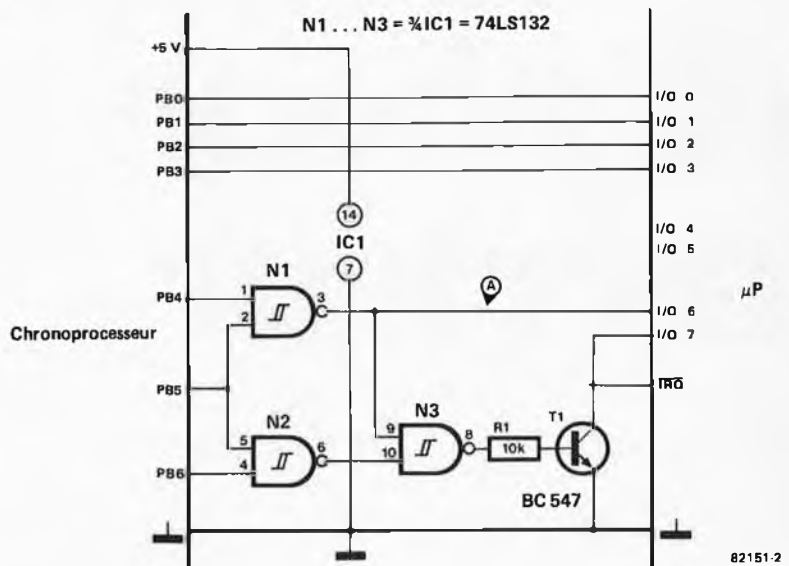
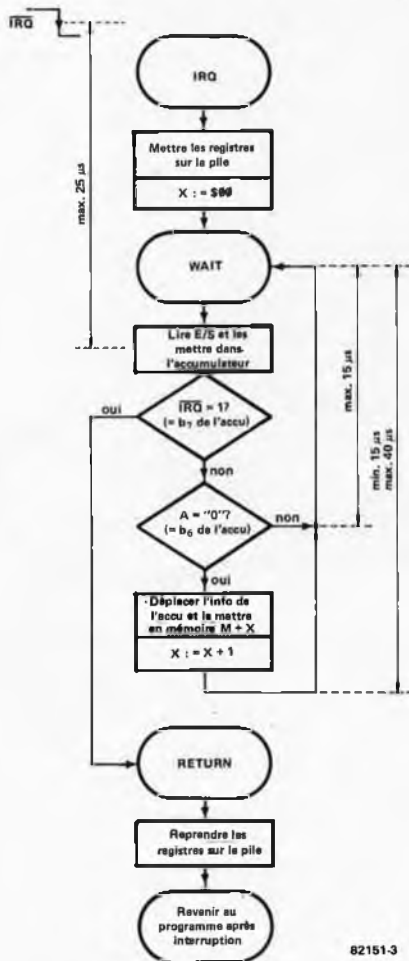
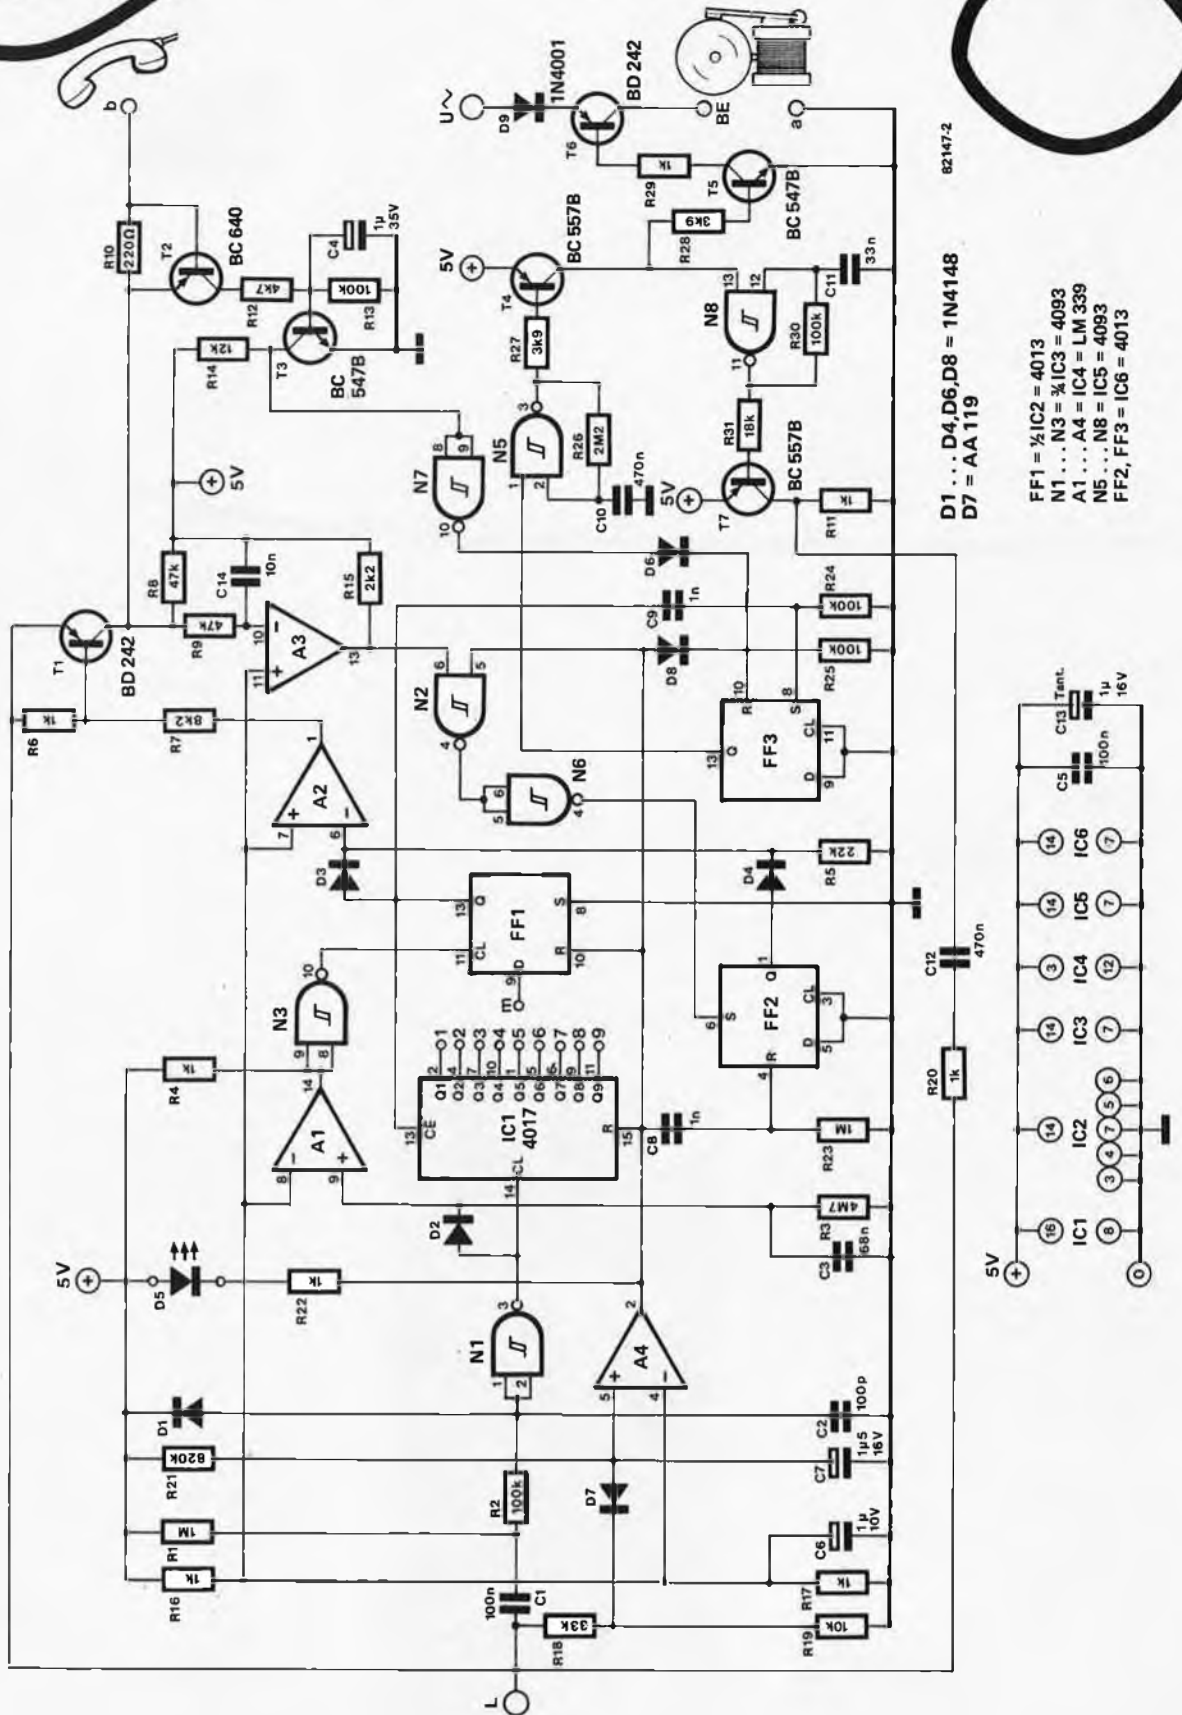

Figure 2. Cette interface simple permet de transférer l'information d'heure et de date provenant du chronoprocasseur vers la RAM du système à µP hôte.
Figure 3. Ordigramme à suivre pour transférer les informations d'heure et de date vers la mémoire d'un micro-ordinateur.
Figure 2. Le schéma du circuit nécessaire pour chaque poste utilisé est assez complexe du fait qu'il n'y a pas de centrale.
L'utilisation du montage de la figure 2 agrémenté d'un petit sous-programme de demande d'interruption (Interrupt Request, IRQ) permet de mettre dans la RAM d'un système à microprocesseur donné, la date et l'heure fournies par le chronoprocasseur. Il faut pour ce faire avoir accès à 6 lignes d'entrée/sortie (I/O) et à la ligne IRQ du système à µP hôte. Pendant la durée de transfert des informations d'heure et de date fournies par le chronoprocasseur, la ligne IRQ reste constamment au niveau logique bas. Lorsque cette ligne IRQ passe au niveau logique haut, le système "atterrit" dans le sous-programme IRQ (voir figure 3).
À la sortie A (sortie de N3) de la figure 2, on trouve une impulsion (un niveau logique bas ayant une durée de 15 µs) lors de chaque changement de l'information de temps et de date. En nous penchant sur le tableau, nous constatons que lors du premier passage au niveau logique bas de la sortie A, on trouve sur les points PB0...PB3 l'information des unités de secondes (en code BCD).
L'organigramme de la figure 3 nous permet de voir, qu'après avoir sauvegardé les registres et qu'après le passage au niveau logique bas du registre X, on attend que la sortie A passe au niveau logique bas. Dès que c'est le cas, l'information se trouvant à ce moment sur les lignes PB0...PB3 est mise en mémoire dans les cases-mémoire situées aux adresses M + X. Sachant qu'à cet
N.B. Il est important de respecter les caractéristiques de durée indiquées en bordure de l'organigramme de la figure 3, car elles seules garantissent une lecture correcte de l'information d'heure et de date.
Chaque poste est doté d'un circuit conforme à la figure 2: une électronique assez complexe, mais facile à réaliser. Lorsque le combiné repose sur la fourche, la ligne L ne consomme pas de courant, de sorte que la tension y est de 25...30 V (voir alimentation en figure 3). Lorsque l'on décroche, et que l'on actionne le cadran, cette ligne est court-circuitée: la broche 10 de A3 passe au niveau logique bas, de sorte que la bascule FF2 est positionnée par N2 et N6. A présent, l'appareil est en ligne. Comme la ligne de parole est court-circuitée, la sortie du comparateur A4 va passer au niveau logique bas, de sorte que le compteur IC1 et la bascule FF1 sont activés à leur tour.